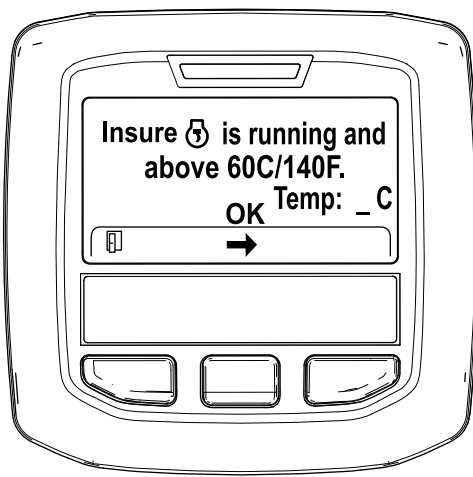

Figure 40
5. Si la température du liquide de refroidissement est inférieure à 60 °C, le message « Insure is running and above 60C/140F » (vérifier que *** fonctionne et est supérieure à 60 °C/140 °F) s'affiche (Figure 40).